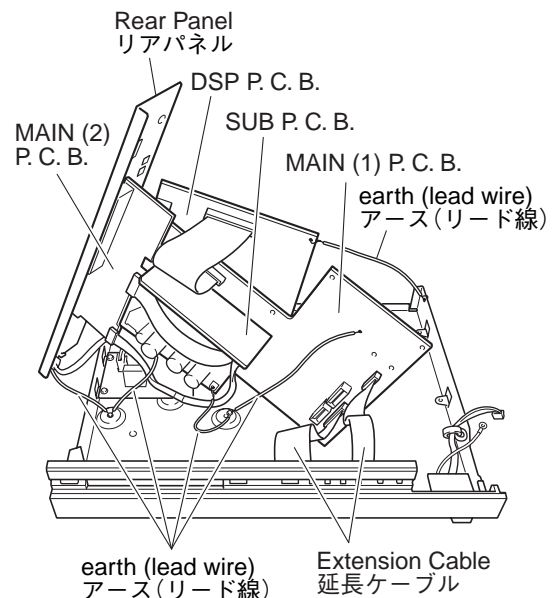

Fig. 11
- Using a servicing extension cable, connect the MAIN (1) P.C.B and OPERATION P.C.B. (Fig. 11)
- Using lead wires or the like, connect the earth at 3 locations on the MAIN (1) P.C.B., at 1 location on the DSP P.C.B. and rear panel to the chassis or GND. (Fig. 11)
- MAIN (1) P.C.B.とOPERATION P.C.B.間を、サービス用延長ケーブルで接続します。(Fig. 11)
- MAIN (1) P.C.B.のアース3箇所、DSP P.C.B.のアース1箇所およびリアパネルを、リード線等でシャーシまたはGNDに接続してください。(Fig. 11)